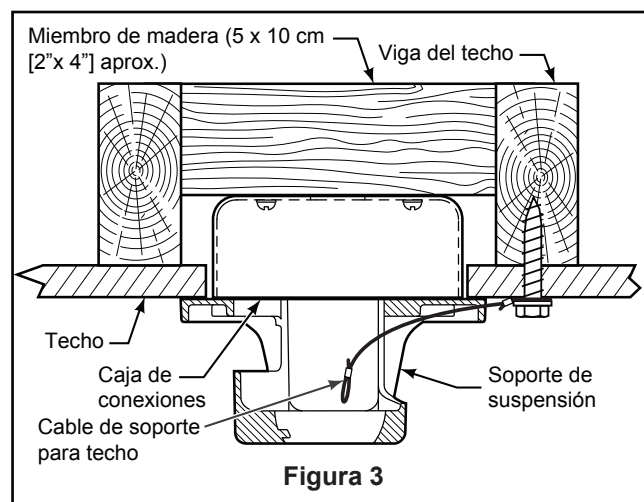

Figura 3
Uso del soporte (Figura 3)
3. Instale la brazo de soporte del motor en el rejilla superior utilizando los tornillos de cabeza troncocónica, arandelas de resorte y tuercas de bellota. Asegúrese de que los tornillos fijan adecuadamente las brazo de soporte al rejilla superior estando éstas colocadas correctamente. (Figura 3)
1. Perfore un orificio de 1/4" en la estructura del edificio para evitar grietas con la instalación del tornillo de intervalo. Utilice el tornillo de intervalo de 3/8"x 2" y la arandela plana para fijar el cable de seguridad a la viga del techo o a la estructura de madera. Dicho tornillo pasará a través de arandela plana, la presilla del cable de seguridad y se fijará en la estructura del edificio. (Figura 3)
NOTA: el cable de soporte para techo no se puede asegurar solamente a la caja de conexiones; se debe asegurar directamente a la viga de techo o miembro estructural con el tornillo de cabeza cuadrada de 3/8"x2" y la arandela plana. (Figura 3)
2. Deslice el receptor en el soporte de suspensión antes de realizar el cableado como se muestra en la figura 3.